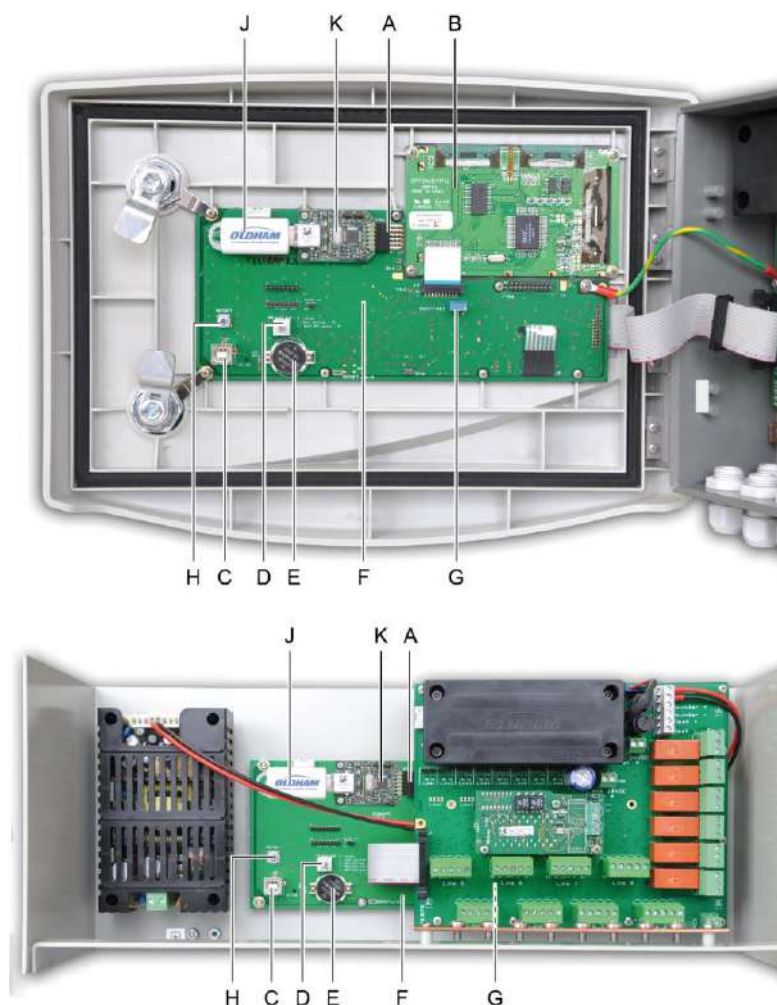

Figure 10 : vue interne en version murale et rack – carte microcontrôleur et afficheur.
M.	Carte microcontrôleur. Voir Figure 10 en page 14.
U.	Connecteur USB de liaison avec le PC supportant l'application COM 43. Voir Figure 10 en page 14.
V.	Commutateur de programmation. Voir Figure 10 en page 14.
W.	Pile lithium de type CR2032. Voir Figure 10 en page 14.
X.	Module RS485 (sortie numérique). Voir Figure 10 en page 14 et page 67.